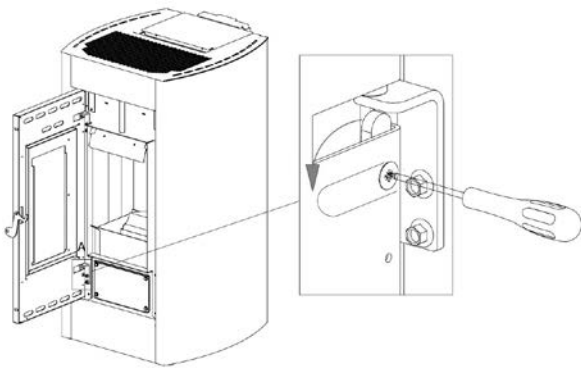

Fig. 32 - Verwijdering van de schroeven
- Met behulp van een schroevendraaier de hendel in de richting van de pijl draaien (zie **Fig. 32**).